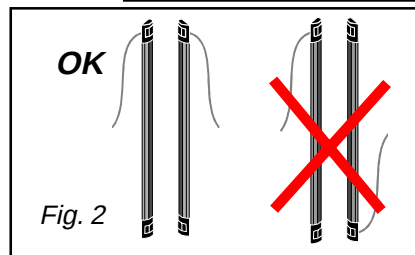

Fig. 2
- Le due colonne devono essere montate con lo stesso orientamento. Il cavo deve uscire per entrambe le colonne dallo stesso lato (fig. 2).
- Les deux colonnes doivent être montées dans le même sens, les câbles se trouvant du même côté (fig. 2).*
- Mount the columns in the same sens, i.e. both cables must be on the same side (fig. 2).*